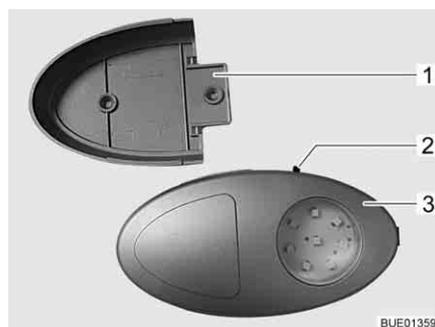

Fig. 95 Luce armadio guardaroba/torcia elettrica
- ▷ È possibile estrarre la luce armadio guardaroba dal supporto a vite (Fig. 95,1) e utilizzarla come torcia elettrica.
L'interruttore di accensione/spengimento (Fig. 95,2) è montato direttamente sulla luce armadio guardaroba (Fig. 95,3).